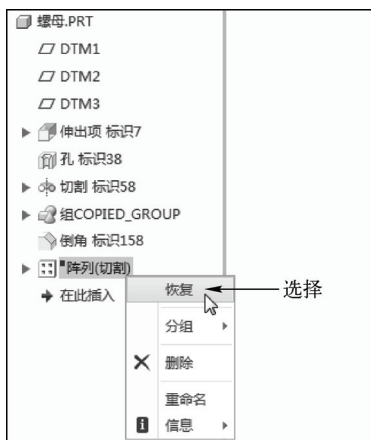

图 7-8 选择“恢复”选项
STEP 04 单击“确定”按钮，在模型树中选择“阵列（切割）”选项，单击鼠标右键，在弹出的快捷菜单中选择“恢复”选项，如图 7-8 所示。